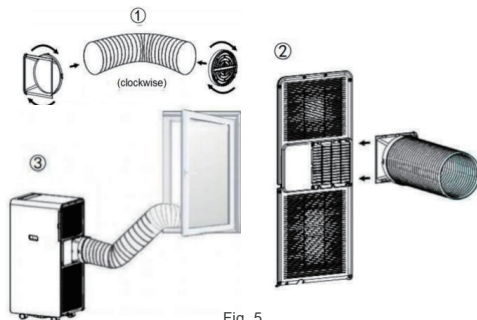

Fig. 5
3. Legen Sie das andere Ende des Abluftschlauchs auf das nahe Fensterbrett (siehe Abb. 5).
3. Put the other end of the exhaust hose to the near windowsill (see Fig.5).
3. Placez l'autre extrémité du tuyau d'évacuation sur le rebord de la fenêtre à proximité (voir Fig. 5).
3. Posizionare l'altra estremità del tubo di scarico sul davanzale della finestra vicino (vedi Fig. 5).
4. Legen Sie das andere Ende des Abluftschlauchs auf das nahe Fensterbrett (siehe Abb. 5).
4. Put the other end of the exhaust hose to the near windowsill (see Fig.5).
4. Placez l'autre extrémité du tuyau d'évacuation sur le rebord de la fenêtre proche (voir Fig. 5).
4. Posizionare l'altra estremità del tubo di scarico sul davanzale della finestra vicino (vedi Fig. 5).